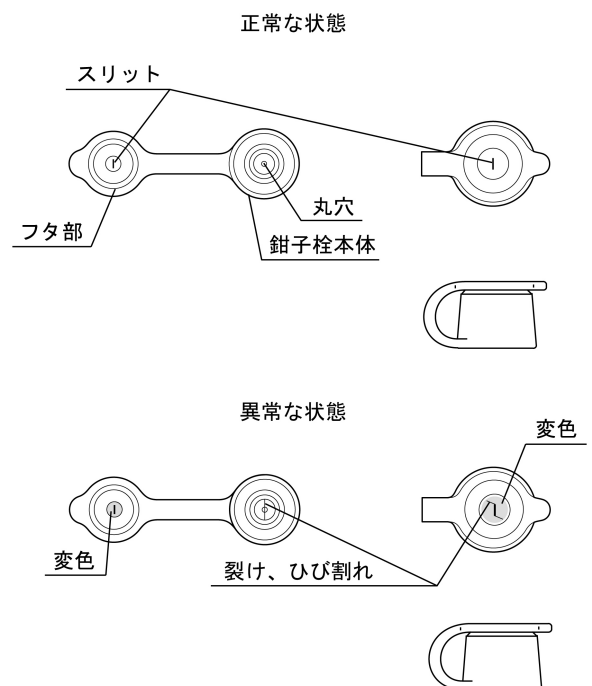

図2
- 11.鉗子栓のフタ部のスリットまたは鉗子栓本体の丸穴に裂け、ひび割れ、変形、変色などの異常がないことを目視で確認すること（図2参照）。